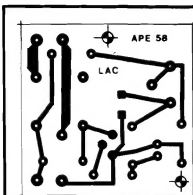

Fig. 3
- FIG. 3 - LAY OUT DO CIRCUITO IMPRESSO ESPECÍFICO - Visando uma certa robustez à montagem final, não procuramos excessiva miniaturização (ainda que mantendo as coisas tão compactas quanto possível...), com o que não ocorrem "congestionamentos" que poderiam complicar a confecção (principalmente aos iniciantes...). Assim, o padrão cobreado (visto em tamanho natural, escala 1:1, portanto, na figura...) é de fácil realização, por qualquer das convencionais técnicas de Impressos. De qualquer modo, vale a "eterna" recomendação de conferência rigorosa, ao final, para